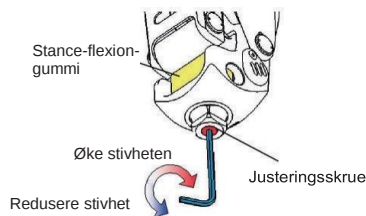

Fig. 9 Slik justerer du stivhet i stilling og fleksjon
- Juster justeringsskruen vist i fig. 9 med en 3 mm sekskantnøkkel.